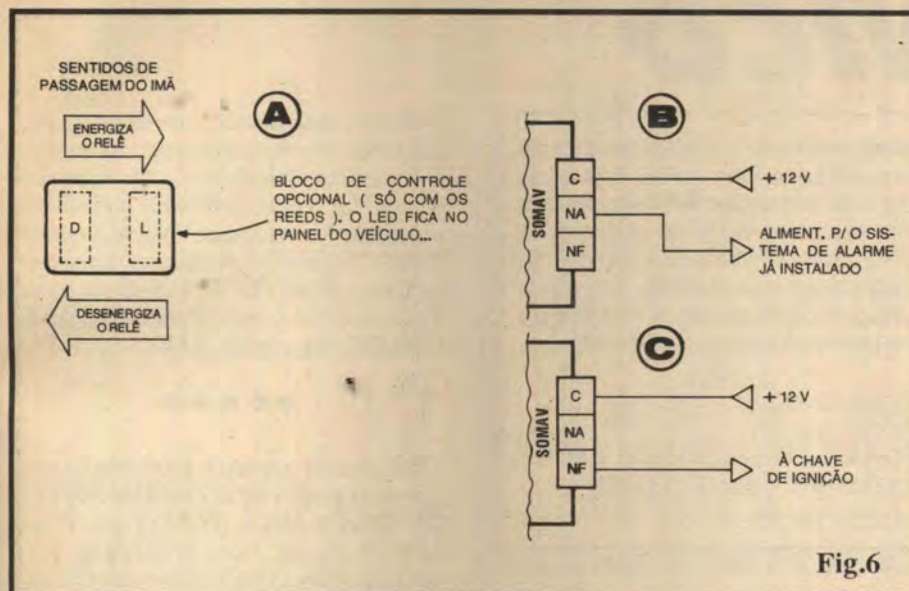

Fig.6
**-FIG. 6- MAIS DETALHES DO ACIONAMENTO E DA UTILIZAÇÃO...** - Em 6-A notem a possibilidade já mencionada de se fazer o bloco de controle *sem* a presença central do LED indicador (caso em que este deverá ser instalado/fixado em ponto visualmente conveniente, no painel do veículo, por exemplo...), com o que o dito bloco pode ficar ainda menor, mais compacto... No mesmo diagrama estão exemplificados os sentidos de "passagem" do ímã respectivamente para **ligar** e para **desligar** o sistema, sempre observando que é o "último" REED "atingido" pelo poder magnético do ímã que determinará a ação do circuito... Isso quer dizer que, se na sua passagem sobre o bloco, o ímã primeiramente agir sobre o REED "D" e "segundamente" sobre o sensor "L" a ação será de... **LIGAR**. Passando o ímã em sentido contrário, obtemos a ação de...